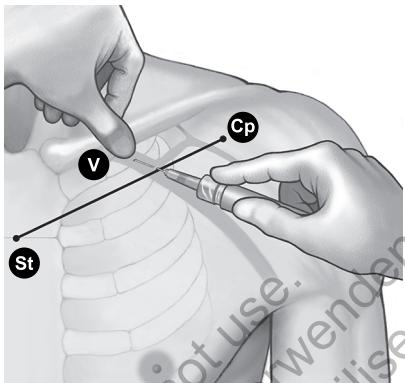

Figura 7. Posición del pulgar y del punto de entrada de la aguja
4. Oprima con el pulgar sobre el dedo índice y proyectelo 1-2 centímetros por debajo de la clavícula para proteger el músculo subclavio de la aguja (cuando exista hipertrofia del músculo pectoral, el pulgar deberá proyectarse unos 2 centímetros por debajo de la clavícula, ya que el músculo subclavio estará también hipertrofiado) (Figura 7 Posición del pulgar y del punto de entrada de la aguja en la página 19).